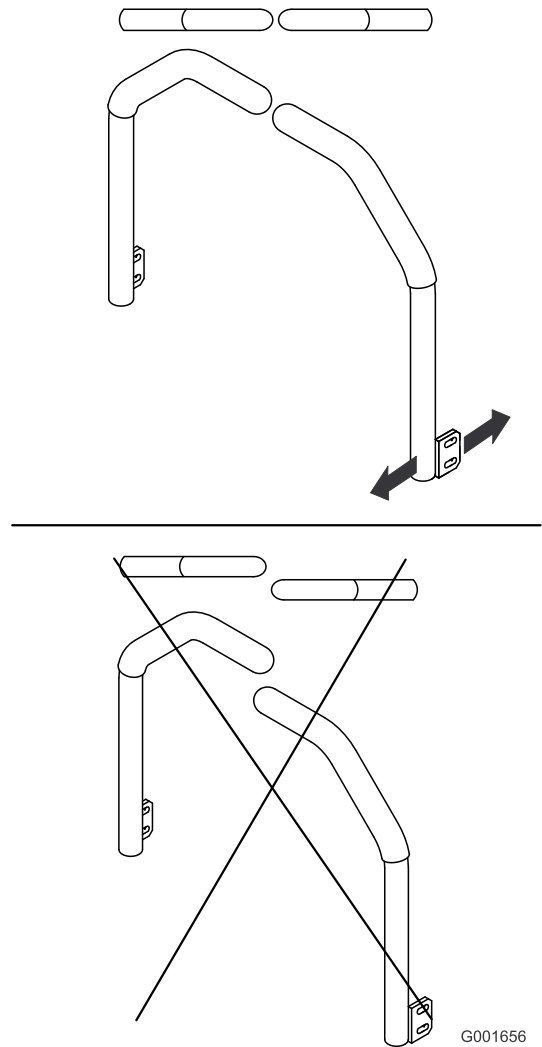

Figura 91
5. Ajuste las palancas de control de forma que queden alineadas entre sí y apriete los pernos para fijar las palancas a los soportes (Figura 91).